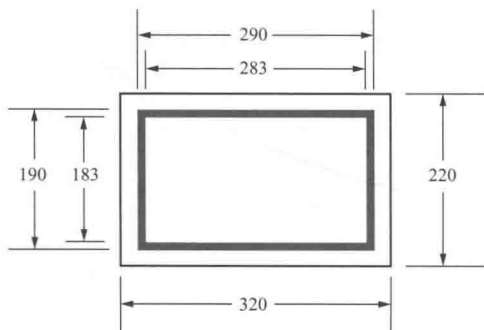

图 1-4 断路器标志牌尺寸参考类型 (一)
(1) 变电站断路器标志牌基本图形为长方形，衬底色为白色，边框为红色，标志内容为红色，字体为黑体字。字号可根据标志牌尺寸、字数适当调整。
(2) 断路器标志牌尺寸参考类型 (一) 如图 1-4 所示。